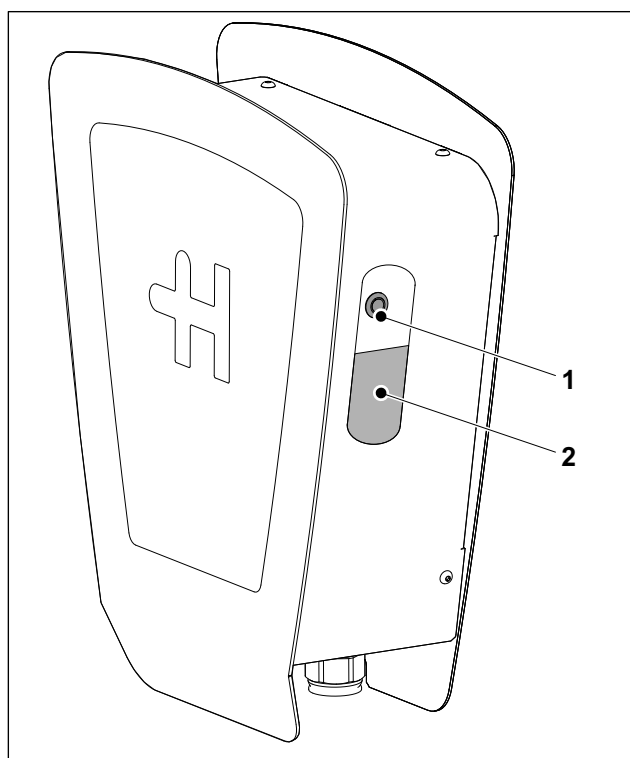

Fig. 1 Heidelberg Wallbox Home Eco
Il processo di ricarica **non** può essere interrotto con il pulsante (fig. 1/1). Per interrompere il processo di ricarica vengono offerte tre possibilità:
Se, dopo aver collegato il cavo di ricarica al veicolo o aver premuto il pulsante (fig. 1/1), la Wallbox non reagisce, controllare la tensione di alimentazione dell'edificio (interruttore automatico di potenza, interruttore di protezione salvavita).
- Per resettare il dispositivo di sicurezza contro la corrente di guasto, premere il pulsante (fig. 1/1) e tenerlo premuto per più di 3 secondi. Il LED tremla in verde.